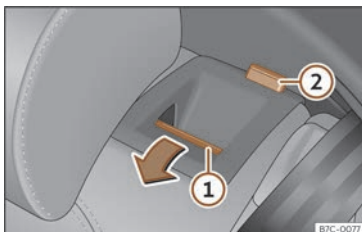

Fig. 114 Seient posterior: abatere el respall.
- Premeu la tecla de desbloqueig»» **fig. 114**
① cap endavant i, alhora, abateu el respall. El respall del darrere està desbloquejat quan es veu una marca vermella a la tecla ②.
El respall del darrere està desbloquejat quan es veu una marca vermella a la tecla »» **fig. 114** ②.